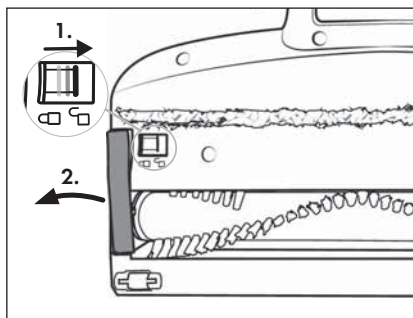

Fig. 29
- 2) Para desencastar el rodillo de cepillos **21**, desplace el desencastre del rodillo de cepillos **19** con el dedo hacia el símbolo **🔓** (abrir). Tras esto, retire el soporte del rodillo de cepillos **20** del cepillo para suelos **22** (consulte la fig. 29).